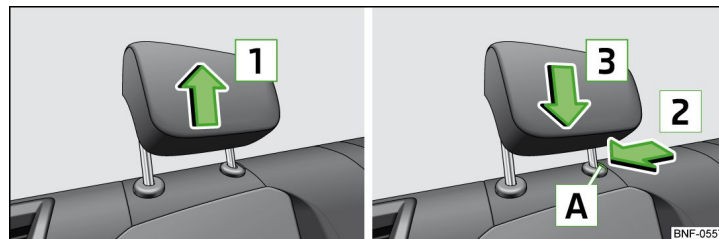

Fig. 46 Reposacabezas traseros: mover hacia arriba / hacia abajo
► Agarre los soportes lateralmente con ambas manos y déplácelos en la dirección de la flecha **1** » fig. 46.
- Presione la tecla seguro **A** y manténgalo en el sentido de la flecha **2** » fig. 46.